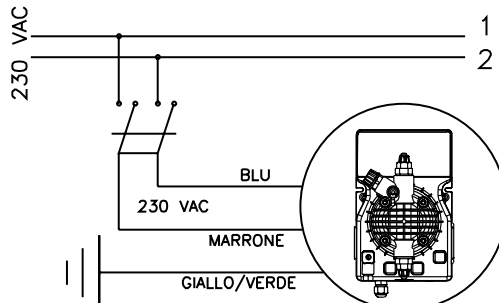

Fig. 4
1. Asegurarse que la misma esté desactivada eléctricamente (por ambas polaridades), desconectando los conductores de los puntos de contacto de la red a través de la apertura del interruptor omnipolar con una distancia mínima entre los contactos de 3 mm (Fig. 4).
- b. - Respetar las normas en vigor en los diferentes países por lo que se refiere a la instalación eléctrica (Fig. 4). **Si el cable de alimentación no está dotado de enchufe eléctrico, el equipo debe quedar conectado con la red de alimentación utilizando un interruptor onnipolar seccionador que tenga una distancia mínima entre los contactos de 3 mm. antes de tener acceso a los dispositivos de conexión todos los circuitos deben estar interrumpidos.**
- a. Asegúrese de que esté desactivada eléctricamente (ambas polaridades) desconectando los conductores de los puntos de contacto de la red con el interruptor onipolar de distancia mínima entre contactos de 3 mm. (Fig. 4).